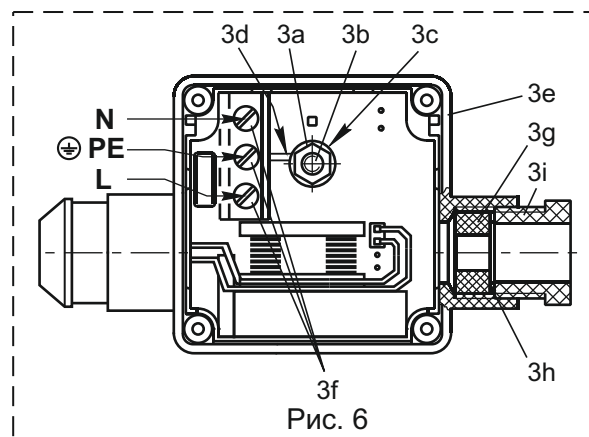

Рис. 6
- выкрутить кнопку ручного взвода из левого патрубка клеммной коробки (см. рис. 6);
4.3.3 На лицевой поверхности клеммной коробки открутите четыре винта крепления крышки. Снимите крышку клеммной коробки вместе с резиновым уплотнением. Клеммная коробка со снятой крышкой показана на рис. 6.